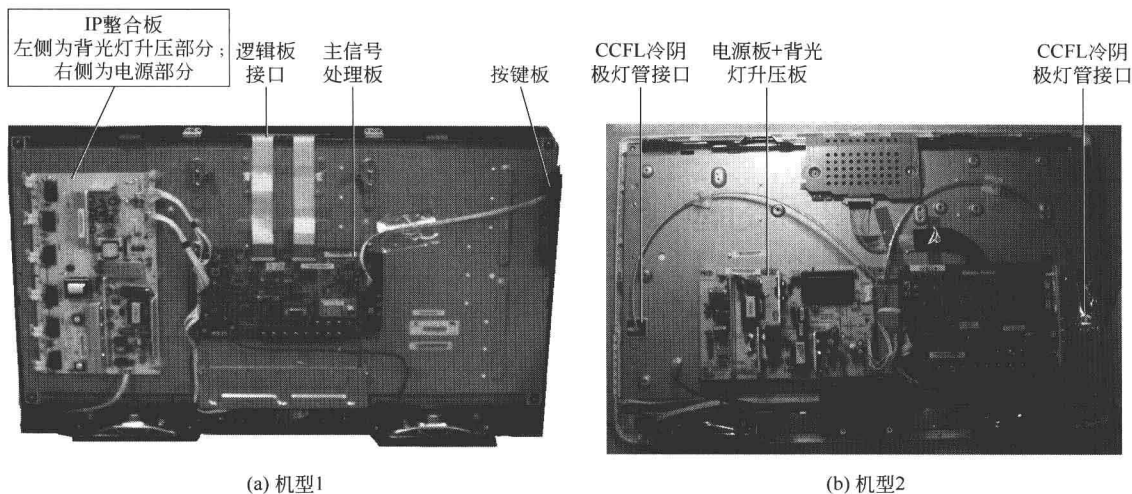

图 1-6 IP 整合的液晶电视机
③ 电源板+背光灯升压板整合的液晶电视机 如图 1-6 所示,把背光灯升压板和电源板做到一块线路板上,称为“IP 整合”,也就是取背光灯升压板的别称逆变器 INVERTER、电源板 POWER 的第一字母。